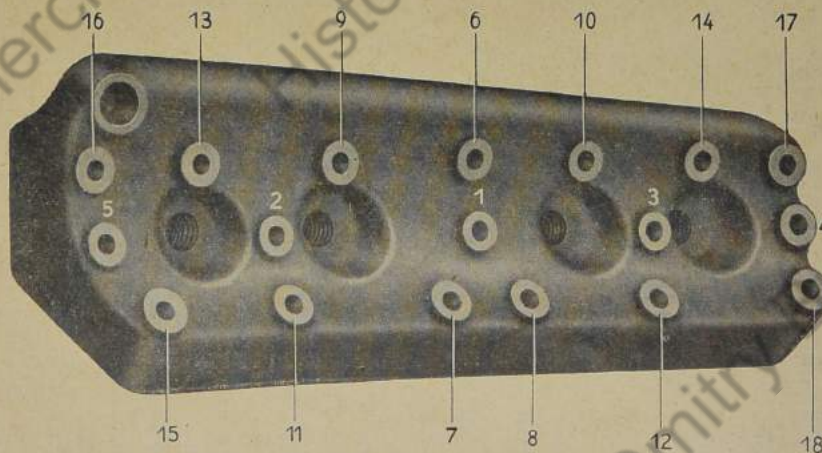

Bild 74: Reihenfolge für das Anziehen der Zylinderdeckelschrauben
4. Die Zylinderdeckelschrauben müssen in bestimmter Reihenfolge angezogen werden: Die mittlere Schraubenreihe laut Bild 74 in der Reihenfolge 1—5 leicht anziehen, dann in gleicher Reihenfolge festziehen.